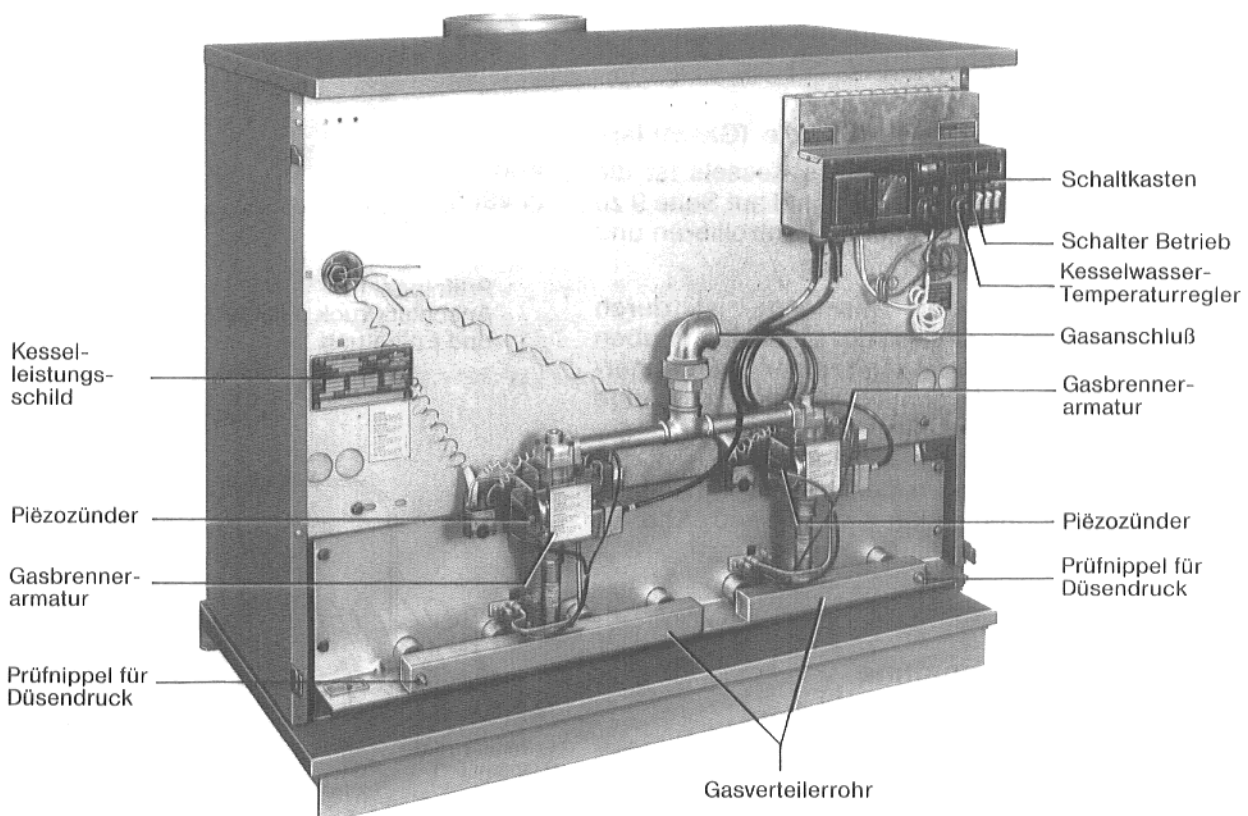

Abb. 6
7.1.2 Schalter Betrieb am Schaltkasten in Stellung 0 (Aus) stellen (Abb. 6).
7.2.1 Elektrische Anlage einschalten. Schalter Betrieb am Schaltkasten in Stellung I (Ein) stellen (Abb. 6).
7.2.3 Kesselwasser-Temperaturregler auf die gewünschte Temperatur einstellen (Abb. 6).
7.4.2 Schalter Betrieb am Schaltkasten in Stellung 0 (Aus) stellen (Abb. 6).
7.4.6 Schalter Betrieb am Schaltkasten in Stellung 0 (Aus) stellen (Abb. 6).